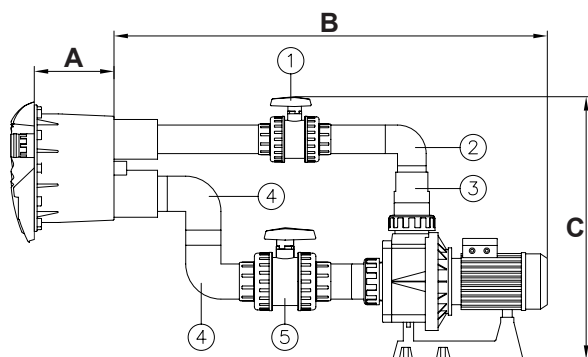

Fig. 7
- Incollare un tubo  $\varnothing$  75 mm (\*) alla presa di mandata della nicchia (vedi fig. 7).
- Incollare la valvola  $\varnothing$  75mm (n.1, Fig. 7) al tubo  $\varnothing$  75mm (\*).
- Incollare il tubo  $\varnothing$  75mm (\*) alla valvola  $\varnothing$  75mm (n.1, Fig. 7).
- Incollare il gomito  $\varnothing$  75mm. (n.2, Fig. 7) al tubo  $\varnothing$  75mm (\*).
- Incollare il tubo  $\varnothing$  75mm (\*) al gomito (n.2, Fig.7).
- Incollare la riduzione conica 90/75/63 mm (n.3, Fig. 7) al gomito  $\varnothing$  75mm (n.2, Fig. 7) e al raccordo della pompa  $\varnothing$  90mm.
- Usando un tubo  $\varnothing$  90mm (\*), incollare un gomito  $\varnothing$  90mm (n.4, Fig.7) alla presa di aspirazione della nicchia (vedi Fig. 7).
- Usando un tubo  $\varnothing$  90mm (\*) si unirà l'altro gomito  $\varnothing$  90mm. (n.4, Fig.7) al gomito già incollato (vedi Fig. 7).
- Incollare la valvola  $\varnothing$  90mm (n.5, Fig. 7) al gomito (n.4, Fig. 7) utilizzando un tubo  $\varnothing$  90mm (\*) per unirli.
- Incollare un tubo  $\varnothing$  90 mm (\*) alla valvola (n.5, Fig. 7) ed al raccordo della pompa  $\varnothing$  90mm.